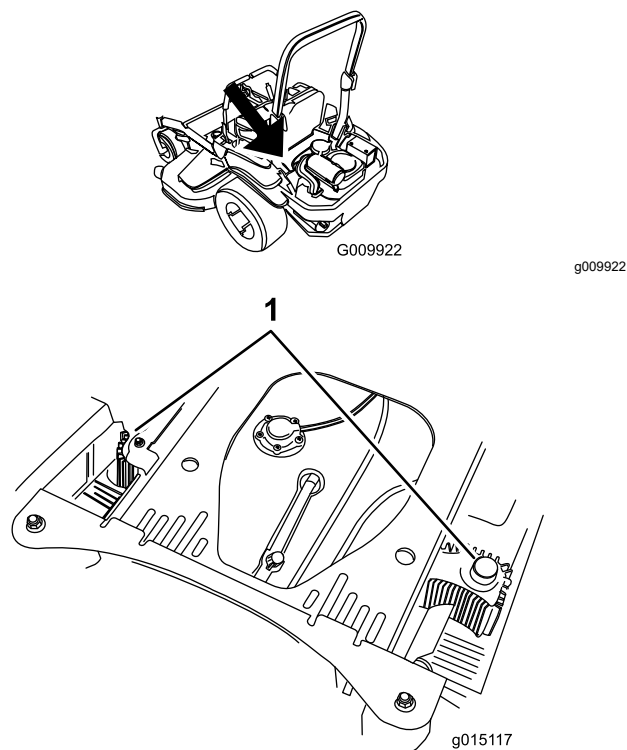

Figure 95
4. Débarrassez les protections de l'unité hydraulique de l'herbe et des débris accumulés (Figure 95).